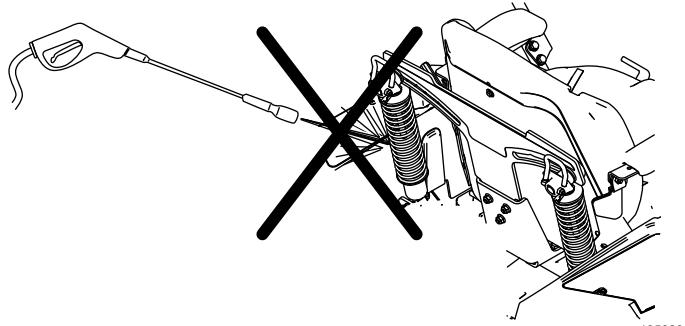

Figura 89
**Nota:** No limpie los conjuntos de amortiguador con agua a presión (Figura 89).